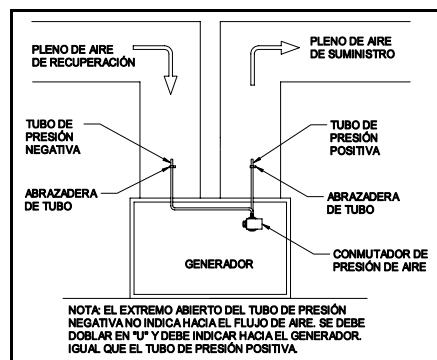

Figura 8
- El conmutador de presión de aire se ha instalado para detectar solamente la presión positiva. La instalación de un tubo adicional detector de presión en el lado del pleno de recuperación del generador, permitirá que el conmutador detecte la operación del ventilador con mayor facilidad. Siga los mismos pasos (pasos 3 al 6) indicados arriba para la instalación del tubo original, excepto que el tubo adicional estará ubicado en el pleno de aire de recuperación. Este tubo adicional no se suministra, sin embargo la abrazadera para el tubo viene incluida. Tanto un tubo de cobre de 1/4" o de aluminio de 1/4", disponibles en su ferretería local, serán adecuados. Repita el paso 12a luego de la instalación de este tubo adicional. (Ver Figura 8)